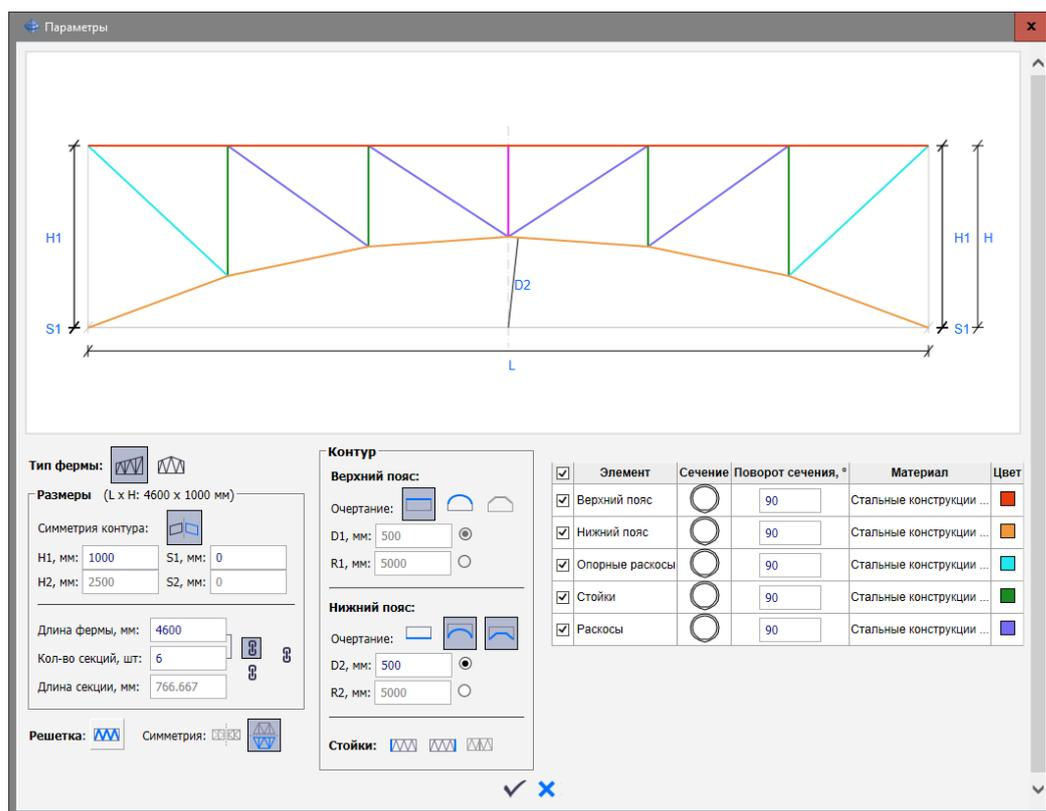

Рис.15.20. Диалоговое окно Параметры
- Вызовите диалоговое окно **Параметры** (рис.15.20) щелчком по кнопке  **Параметры** в строке свойств инструмента Ферма.